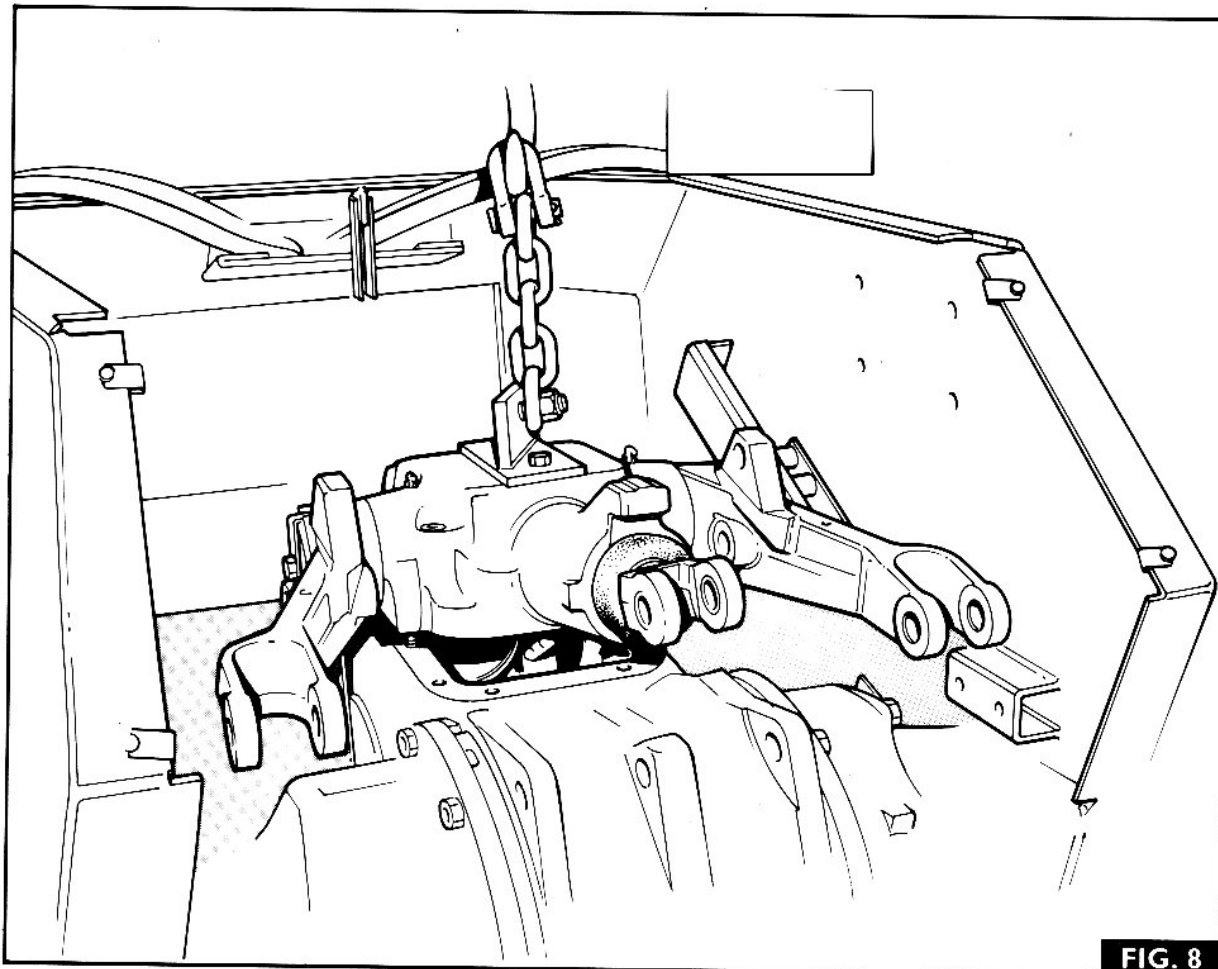

FIG. 8
14. Fig. 8. Au moyen d'un boulon à anneau ou autre élément approprié, soulever le couvercle de relevage VERTICALEMENT pour le sortir du carter central.
3. Fig. 8. Soulever le couvercle de relevage et l'amener à la verticale du carter central, puis le faire descendre de manière à engager les pions dans les trous du couvercle.
4. Mettre en place 2 boulons (34) et retirer les pions.